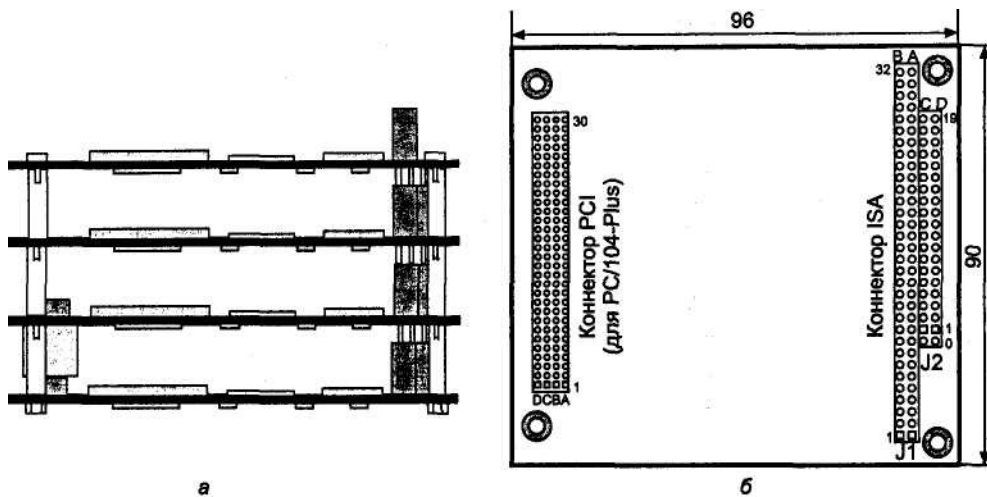

Рис. 6.4. Компьютер с шиной PC/104: а — стопка плат, б — расположение системных коннекторов
Вид платы PC/104 приведен на рис. 6.4, назначение контактов дано в табл. 6.5 и 6.6. Плата компьютера с шиной PC/104 имеет *разъемы-розетки*. Плата расширения имеет *вилку PC/104*, которая вставляется в плату контроллера. Кроме вилки на плате расширения может присутствовать и розетка PC/104 (коннектор двусторонний), так что можно собрать «бутерброд» из нескольких плат (рис. 6.4, а). Для предотвращения неправильного соединения у розеток в позициях B10 и C19 нет ни контактов, ни отверстий; у вилок в этих позициях штырек отсутствует. Если плат более трех, то сверху «бутерброда» устанавливают терминатор. Для фиксации плат стандартизовано расположение крепежных отверстий. Платы скрепляются четырьмя несущими стоечками высотой 0,6" (или длинными винтами с втулками). Отметим особенности коннекторов! — коннектор шины ISA-8, J2 — его расширение до ISA-16; эти коннекторы обычно имеют дюймовый шаг контактов (2,54 мм), но могут встречаться и метрические, с шагом 2,5 мм (они взаимно несовместимы!). Обратим внимание и на специфическую нумерацию рядов контактов В, А, С, D и номеров контактов (у J2 нумерация начинается с нуля, нулевые контакты не используются).
С широким использованием процессоров Pentium и следующих моделей в модуль ввели еще и шину PCI, так появился стандарт PC/104-Plus (именно такая карта показана на рис. 6.4). Трехрядный коннектор PCI имеет метрический шаг контактов 2 мм. Платы микрокомпьютеров с шинами PC/104 могут иметь и краевые разъемы ISA, PCI или комбинированный; с их помощью контроллеры подключаются к пассивной кросс-плате, в которую устанавливаются карты расширения (ISA, PCI) обычного (PC) конструктива.